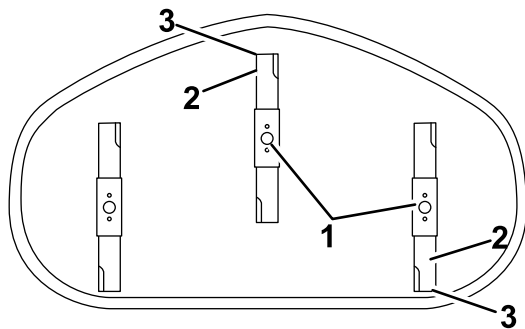

**Рисунок 66**
4. Осторожно поверните ножи так, чтобы они были расположены в продольном направлении (Рисунок 66).
5. Измерьте расстояние от конца переднего ножа до плоской поверхности и от конца заднего ножа до плоской поверхности (Рисунок 66 или Рисунок 67).
4. После регулировки проверьте угол наклона в продольном направлении еще раз, продолжайте регулировать с помощью гайки до тех пор, пока конец переднего ножа не будет на 1,6–7,9 мм ниже конца заднего ножа (Рисунок 66).